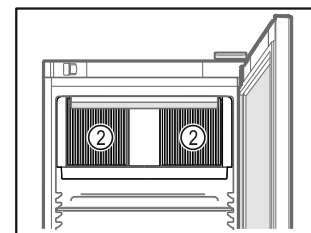

Fig. 48
- ❑ Cirkuliuojančio oro ventiliatoriaus vėsinimo plyšiai *Fig. 48 (2)* viduje turi būti neuždengti.